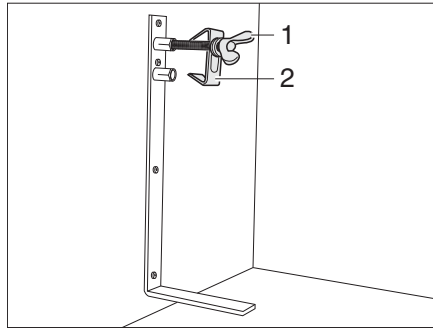

Fig. 173 Supporto per la ruota di scorta
- Svitare la vite (Fig. 173,1) e rimuoverla con la centratura (Fig. 173,2).